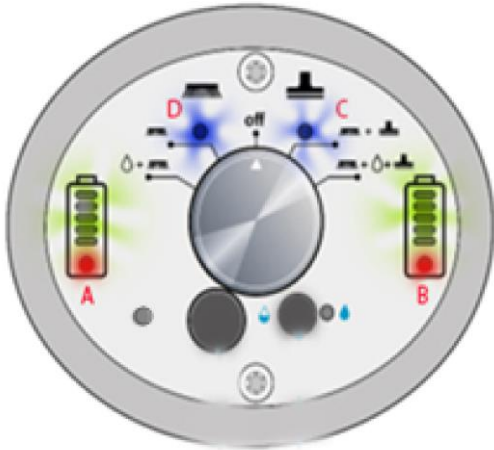

Figure 20B
10. Pour un stationnement de courte durée, la machine i-mop® a une minuterie intégrée pour gérer et garantir la durabilité des brosses. L'opérateur ne doit pas garer la machine trop longtemps sur ses brosses pour éviter de les endommager. L'affichage commence à s'allumer comme indiqué dans la figure 20B. Après 9,5 minutes, les voyants indiqués sur A, B, C et D commencent à clignoter.